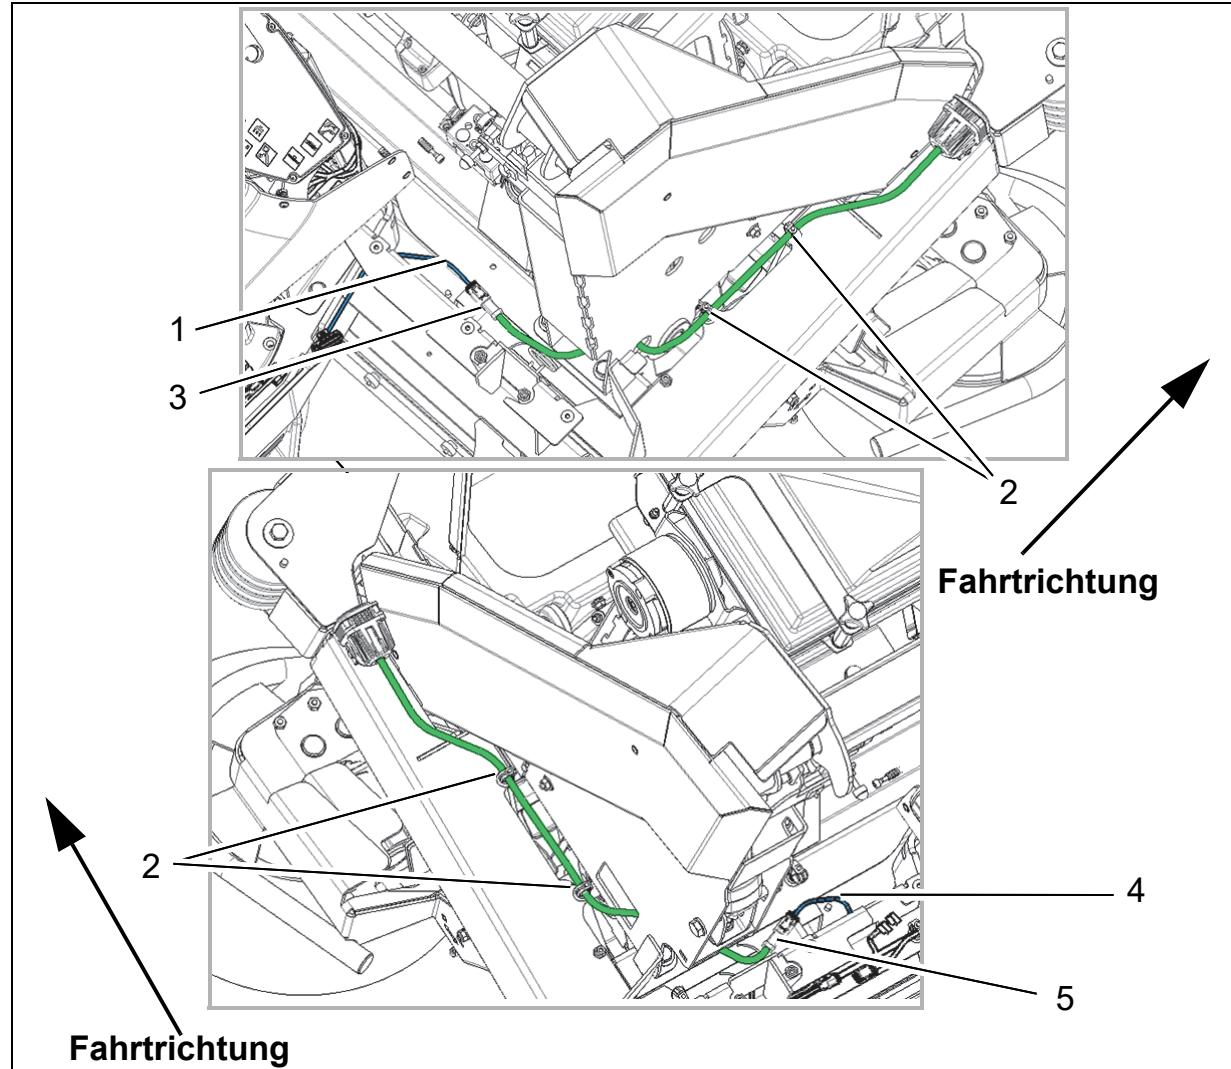

Abb. 6
1. Stecker E11 des Kabelbaums W3 auf der rechten Seite der Maschine aus dem Kabelbündel lösen und durch die Aussparung nach vorn führen (Abb. 6/1).
2. Kabel des rechten LED-Arbeitscheinwerfers durch die Kabelbündelhalter (Abb. 6/2), dann durch die Aussparung der Hochentleerungs säule führen und mit Stecker E11 verbinden (Abb. 6/3).
3. Stecker E1 des Kabelbaums W3 auf der linken Seite der Maschine aus dem Kabelbündel lösen und durch die Aussparung nach vorn führen (Abb. 6/4).
4. Kabel des linken LED-Arbeitsscheinwerfers durch die Kabelbündelhalter (Abb. 6/2), dann durch die Aussparung der Hochentleerungssäule führen und mit Stecker E1 verbinden (Abb. 6/5).